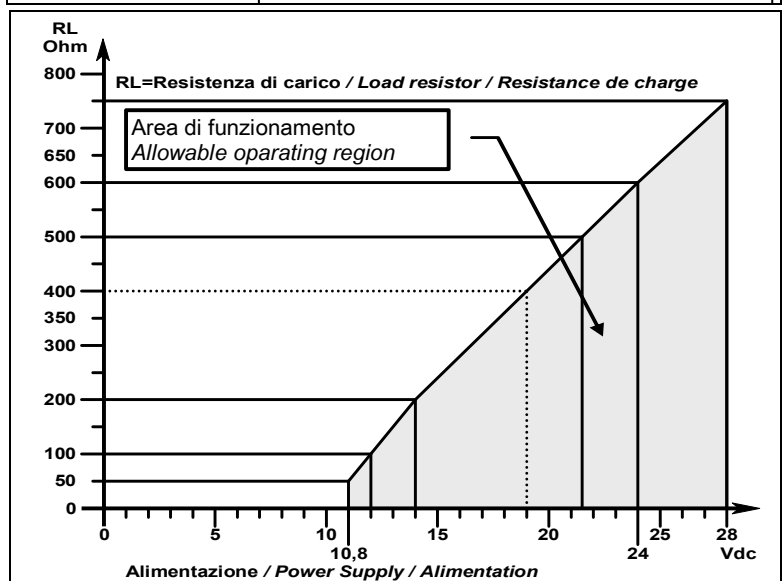

Fig. 4 - Alimentazione / Resistenza di Carico 4÷20mA
*Dans le cas où l'on utilise également le signal de sortie en 4-20 mA, il convient d'utiliser des câbles à écran à 3 conducteurs + les conducteurs pour les sorties relais. Si l'on utilise une alimentation 12Vcc la résistance maximale de charge (RL) sera de 50 Ω, si on utilise une alimentation 24Vcc la RL sera de 500 Ω (Fig.4).*